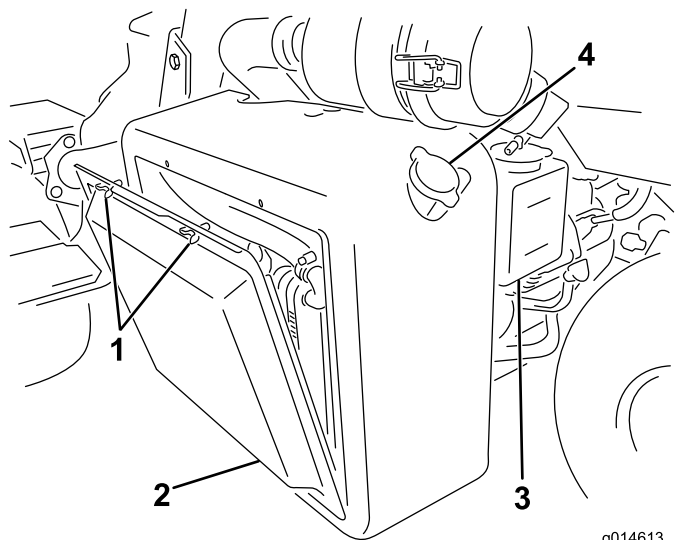
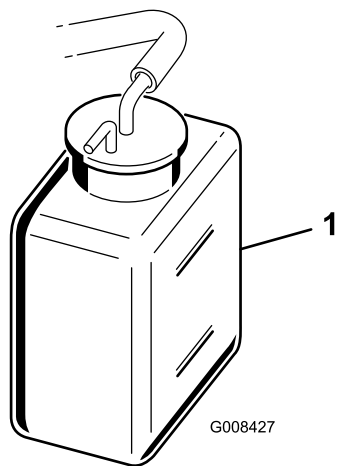

Рисунок 46
Рисунок 47
1. Снимите решетку радиатора (Рисунок 46).
2. Проверьте уровень охлаждающей жидкости (Рисунок 46 и Рисунок 47).